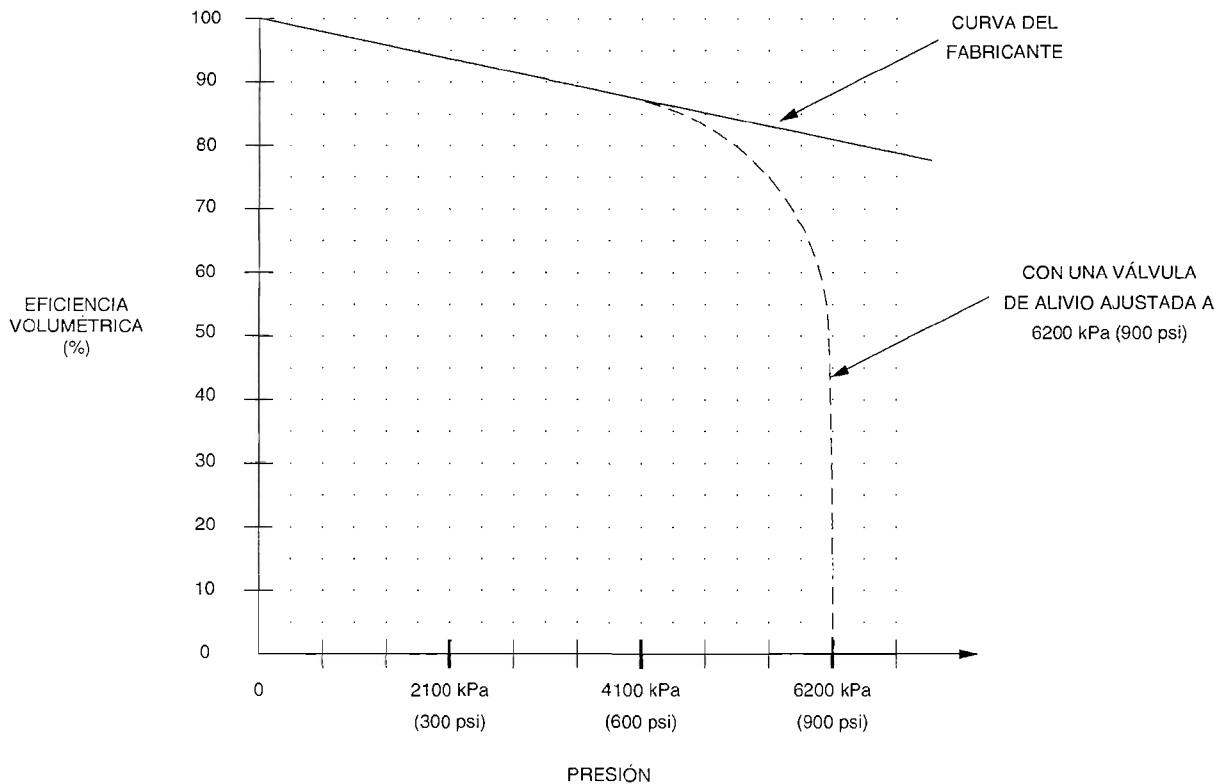
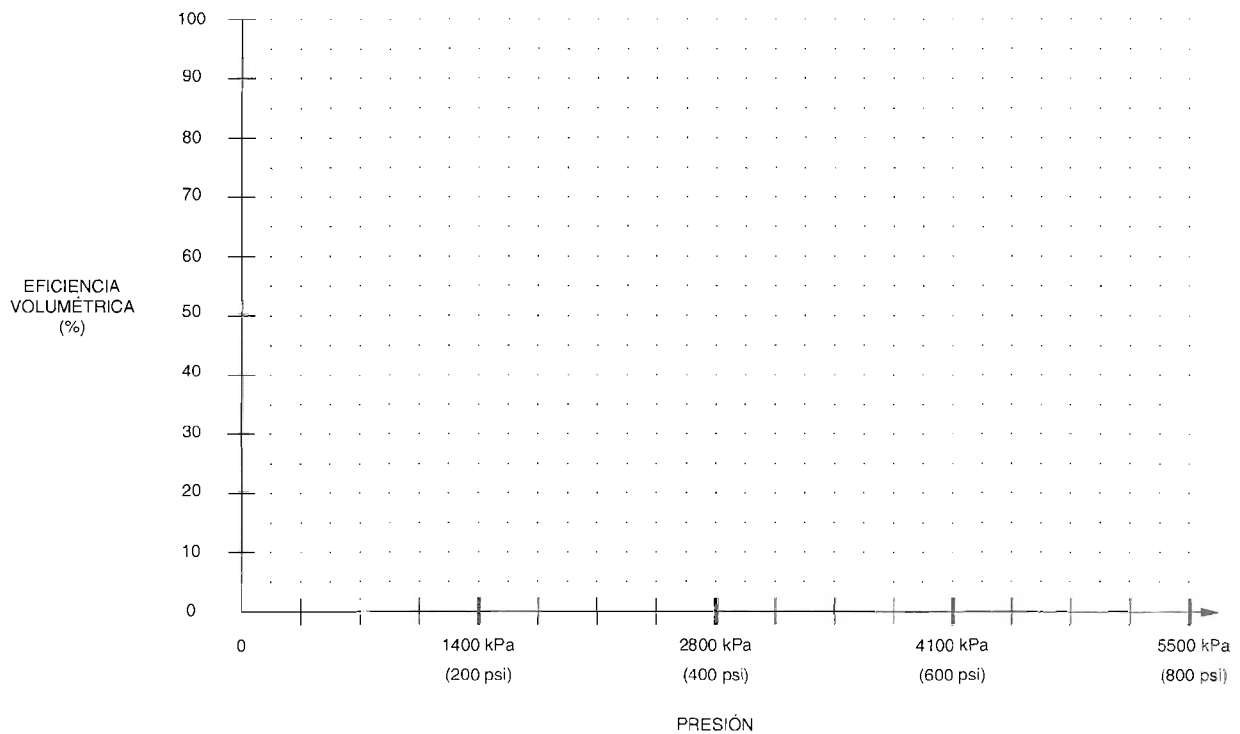

Figura 5-3. Eficiencia volumétrica de la bomba contra presión.
Figura 5-6. Eficiencia volumétrica de la bomba contra la curva de presión.
Los fabricantes de bombas frecuentemente proporcionan una gráfica, mostrando la eficiencia volumétrica de la bomba comparada contra la presión de la bomba. La Figura 5-3 muestra la curva de eficiencia volumétrica especificada para una bomba hidráulica en su fuente de alimentación hidráulica. Conforme la presión de la bomba aumenta, la eficiencia volumétrica disminuye, debido a que el aumento de cantidad de fuga interna provoca que el flujo de salida disminuya.
Cuando la presión de la bomba es limitada por una válvula de alivio, el flujo de descarga empieza a disminuir de manera que la presión de apertura es alcanzada, lo cual afecta la curva de eficiencia volumétrica. Si por ejemplo, la presión de la válvula se ajusta a 6200 kPa (900 psi), la eficiencia volumétrica empezará a disminuir en un porcentaje más rápido en la región de 5500 kPa (800 psi), y disminuirá más y más conforme la presión de la bomba se aproxime a 6200 kPa (900 psi), como lo muestra la Figura 5-3.
16. En la Figura 5-6, trace la eficiencia volumétrica de la bomba contra la curva de presión basada en el dato registrado en la Tabla 5-2.
17. De la curva trazada en la Figura 5-6, ¿qué efecto tiene la presión del sistema en la eficiencia volumétrica de la bomba? ¿Por qué?
18. Evalúe la condición de su bomba. Para lograrlo, compare la curva trazada en la Figura 5-6 con la porción 0-4100 kPa (0 - 600 psi) de la curva del fabricante en la Figura 5-3. ¿Su bomba está en condición satisfactoria?
19. De acuerdo a la Figura 5-6, ¿Cuál es la eficiencia volumétrica de su bomba a 4100 kPa (600 psi)?